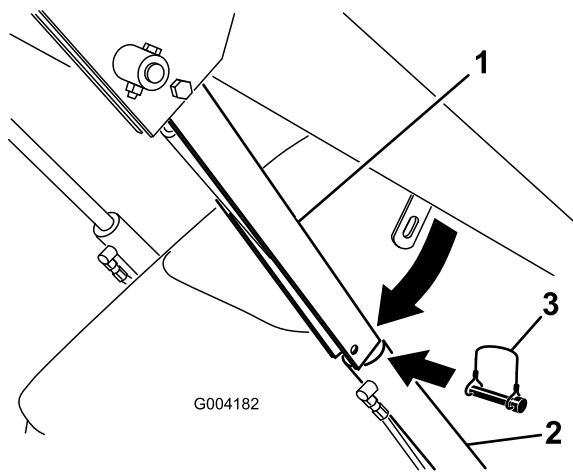

Bild 19
4. Entfernen Sie den Klapstecker, mit dem das Zylinderschloss am Hubarm befestigt ist (Bild 19).
5. Senken Sie das Zylinderschloss über die Zylinderstange und befestigen Sie es mit dem Klapenstecker (Bild 19).